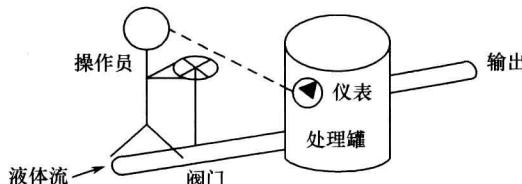

图 1-3
【1-5】(华中科技大学 2004 年考研试题) 如图 1-3 所示是一个阀门的人工控制系统原理示意图。操作员根据仪表显示的液体浓度来调节阀门, 达到控制处理罐输出液体浓度目的。(1) 该系统是开环控制还是闭环控制系统? (2) 画出系统的控制方框图(方框内可用文字说明), 并指出什么是输入量, 什么是输出量; (3) 为了实现自动控制功能。请用某些装置构成控制器来取代人的操作最终构成阀门自动控制系统(用控制方框图说明)。